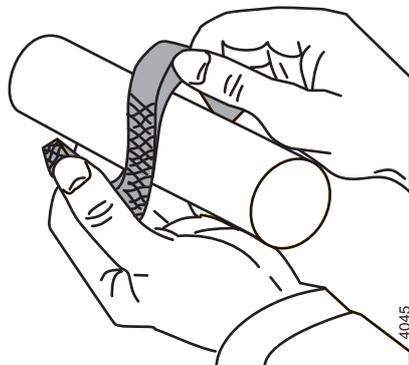

Abbildung 7: Aufbiegen Dichtungsringe Stopfbuchspackung.
- 2 Die Dichtungsringe werden axial aufgebogen, siehe Abbildung 7 und um die Pumpenwelle angebracht. Sorgen Sie dafür, daß die Schnitte stets 90° in bezug zueinander liegen.
- 4 Der erste Packungsring wird aufgebogen, wie in Abbildung 7 gezeigt ist, und um die Welle angebracht. Der Ring wird mit einem passenden Stück eines halbierten Rohrs kräftig angedrückt.